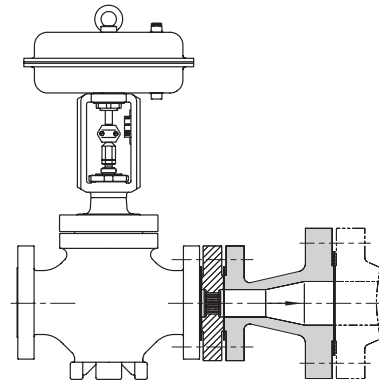
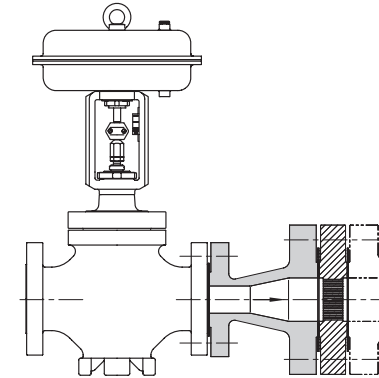
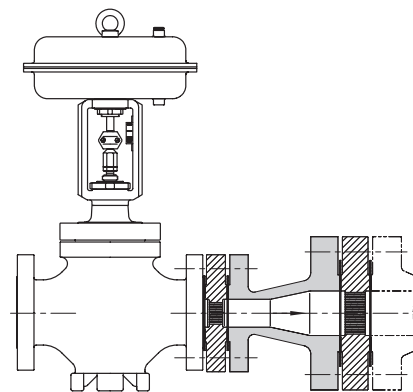

Bild 3 · Typ 3381-1.1
Bild 4 · Typ 3381-1.2
Bild 5 · Typ 3381-2
- Eine oder zwei einzelne Drosselscheiben in Sandwichausführung (Typ 3381-1, vgl. Bild 3 und 4 oder Typ 3381-2, Bild 5) oder
- **Typ 3381-1.x** · Einzelne Drosselscheibe, die zwischen Ventil und Rohrleitungsflansch geklemmt wird. Die Nennweite des Drosselschalldämpfers kann entweder gleich der Ventilenennweite (Typ 3381-1.1, Bild 3) oder gleich der einer nachfolgenden Erweiterung sein (Typ 3381-1.2, Bild 4). Je nach K_V/C_V -Wert der Drosselscheibe kommt entweder der Typ 3381-1.1 oder der Typ 3381-1.2 zum Einsatz.